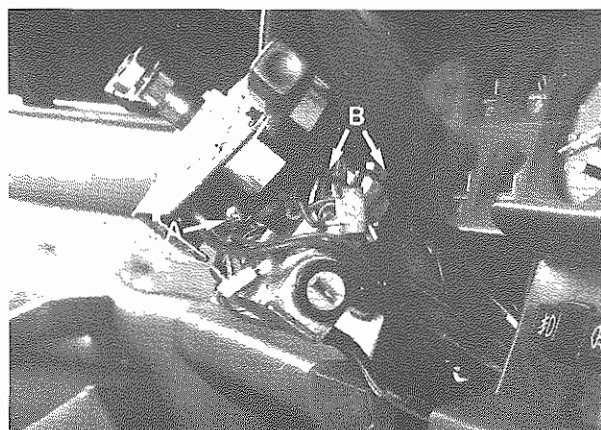

Fig. 11 - A - Viti fissaggio deviatore luci
- Smontare il deviatore luci ed il bloccasterzo (**Fig. 11**); staccare le connessioni elettriche.
- Remove switch block assy and steering lock (**Fig. 11**); disconnect electric wires.